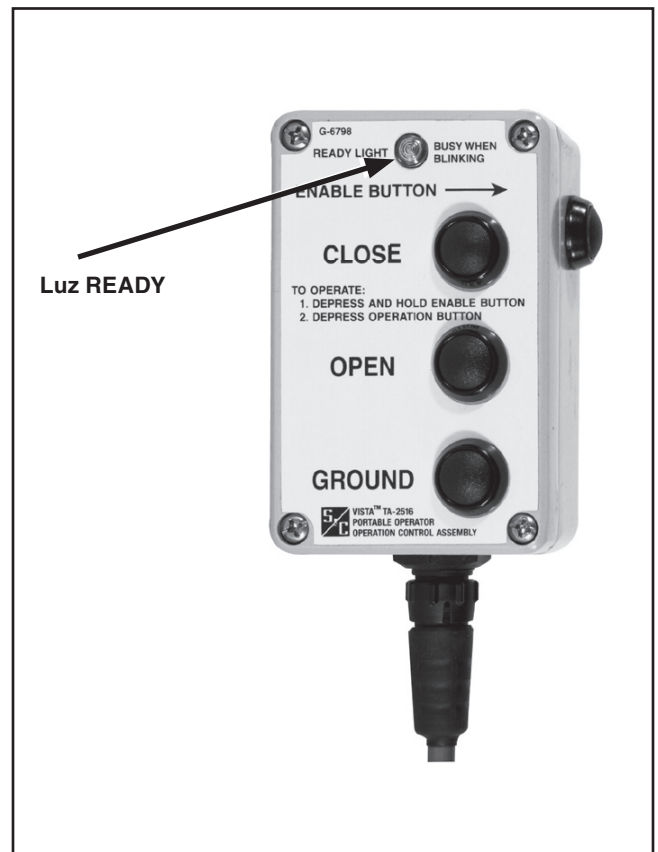

Figura 11. La luz READY en el control remoto.
**PASO 8.** Revise que la luz READY esté encendida en el control remoto. Vea la Figura 11. Ésta permanecerá encendida de forma continua mientras la tensión de control sea suministrada al operador. Si la luz READY no está encendida o está destellando rápidamente, consulte la sección “Solución de Problemas” en la página 15.